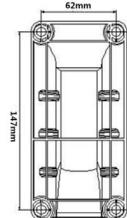

Fig. 2
- Legen Sie die Montagehalterung als Vorlage an, markieren Sie jede Position und bohren Sie vier Öffnungen in der Wand (Abb. 2)